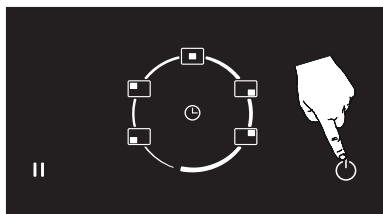

Abbildung 9
1. Ein ausgewählter Kochbereich kann durch Drücken der Taste on/off ausgeschaltet werden (). (Siehe Abb. 9)